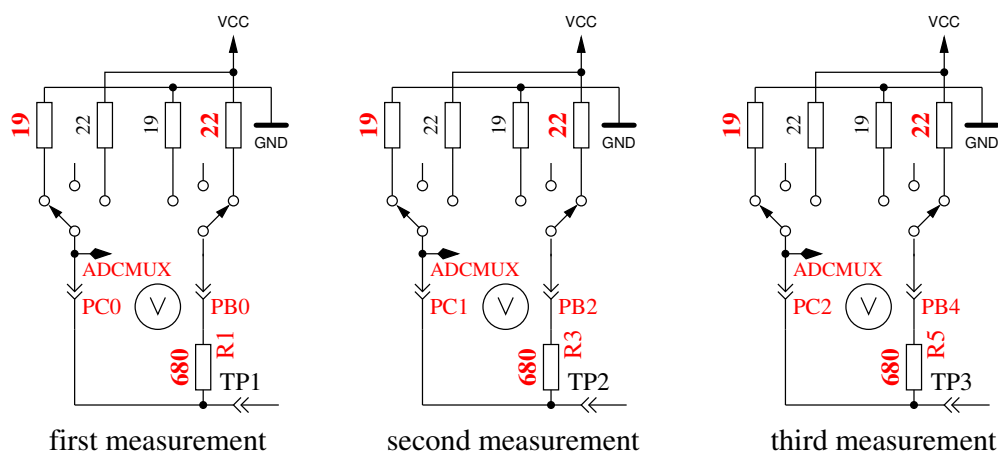

Рис. 5.66. Измерение внутреннего сопротивления порта С подключением выходных контактов к GND
8. **Измерение внутреннего сопротивления порта подключением выходных контактов к GND.** Этот и следующие тесты будут проведены, если выбрана опция AUTO\_CAL. Внутреннее сопротивление порта С с выходами, подключенными к GND, измеряется по току через подключенные к VCC (+5 V) резисторы  $680\ \Omega$ , смотри рисунок 5.66. Могут быть измерены только три вывода порта АЦП. Внутреннее сопротивление портов В (PB0, PB2 и PB4) не может быть измерено без изменения аппаратных средств. Будем считать,